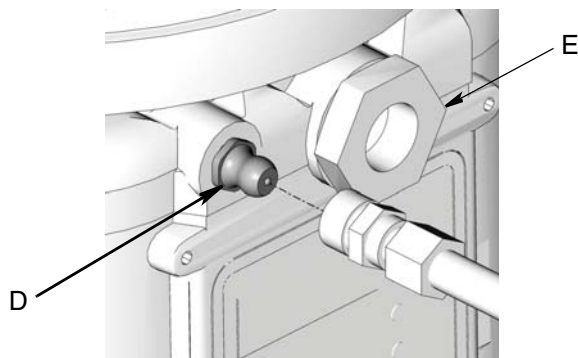

ABB. 22
1. Schließen Sie den Füllschlauch an der Einlassverschraubung an (ABB. 22).